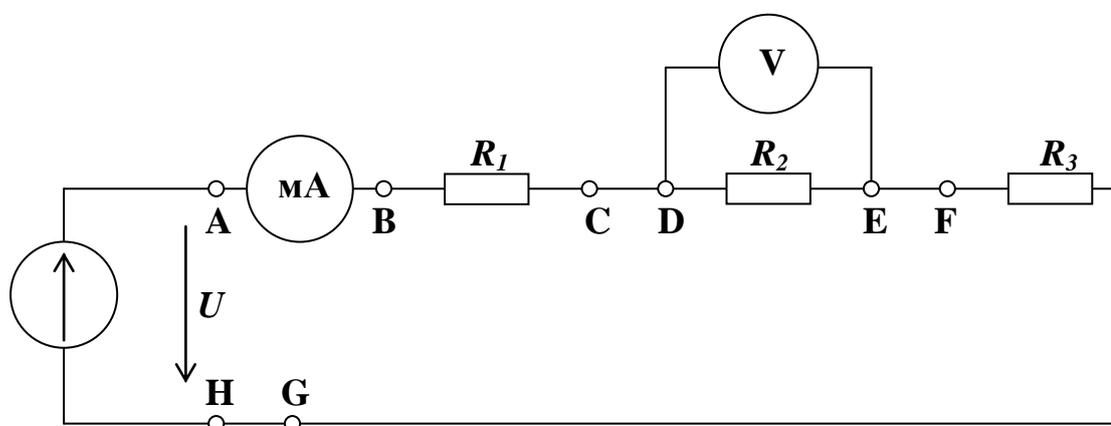

Рис. 2.6
2. Соберите цепь согласно схеме на рис. 2.6, вставив перемычки между точками А-В, С-Д, Е-Ф, G-Н. Установите постоянное питающее напряжение U на зажимах источника питания (для этого вольтметр V отсоедините от точек D, E и подсоедините к точкам А, Н). Поочередно удаляя перемычки и включая на их место амперметр (мультиметр), измерьте токи вдоль всей последовательной цепи. Результаты занесите в табл. 2.2.